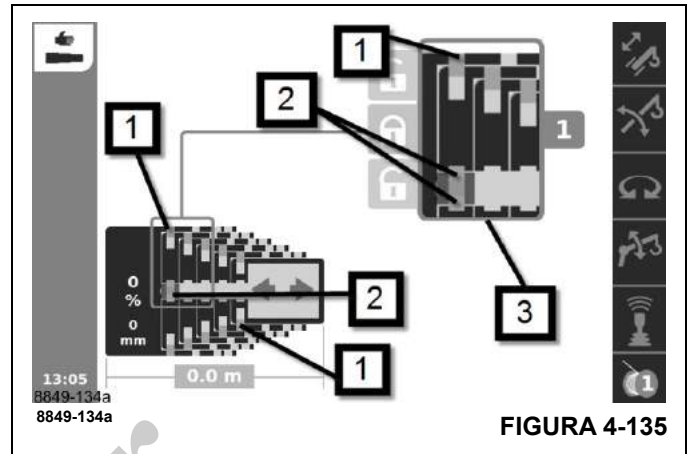

FIGURA 4-135
Las posiciones actuales de los pasadores de bloqueo son (Figura 4-135):
El área (3), (Figura 4-135), muestra el recorte enganchado.